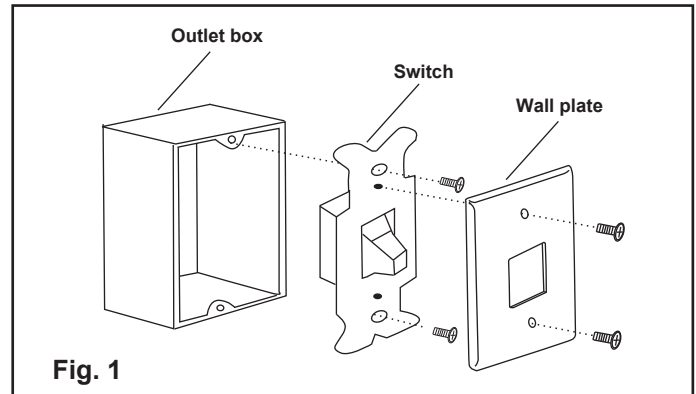

Fig. 1
1. Turn power OFF at fuse box or circuit breaker and remove the existing wall plate and switch, do not remove wires before noting their position. (Figure 1).
- Coupez l'alimentation à la boîte à fusibles ou au disjoncteur et retirez la plaque murale et l'interrupteur existants, ne retirez pas les fils avant de noter leur position. (Figure 1).